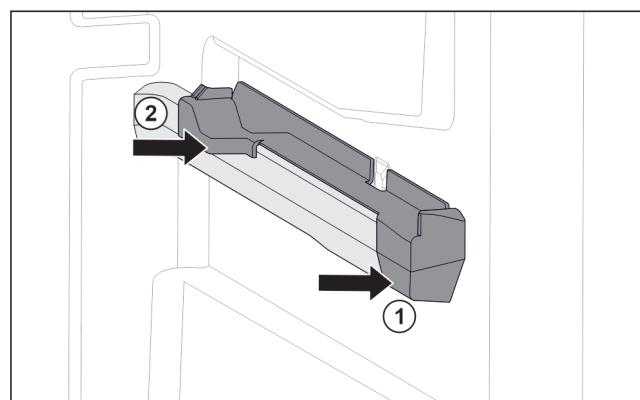

Fig. 80 Piesă de fixare pe nervura din dreapta a recipientului
- Așezați piesa de fixare în față pe nervura recipientului. *Fig. 80 (1)*
- Apăsați piesa de fixare spre spate. *Fig. 80 (2)*